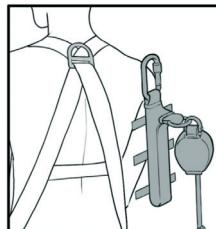

fig.1
1. Plasser DSL2 slik at borrelåsene kommer i kontakt med seletøyvevet og den støtdempende pakken ligger ytterst (fig. 1).